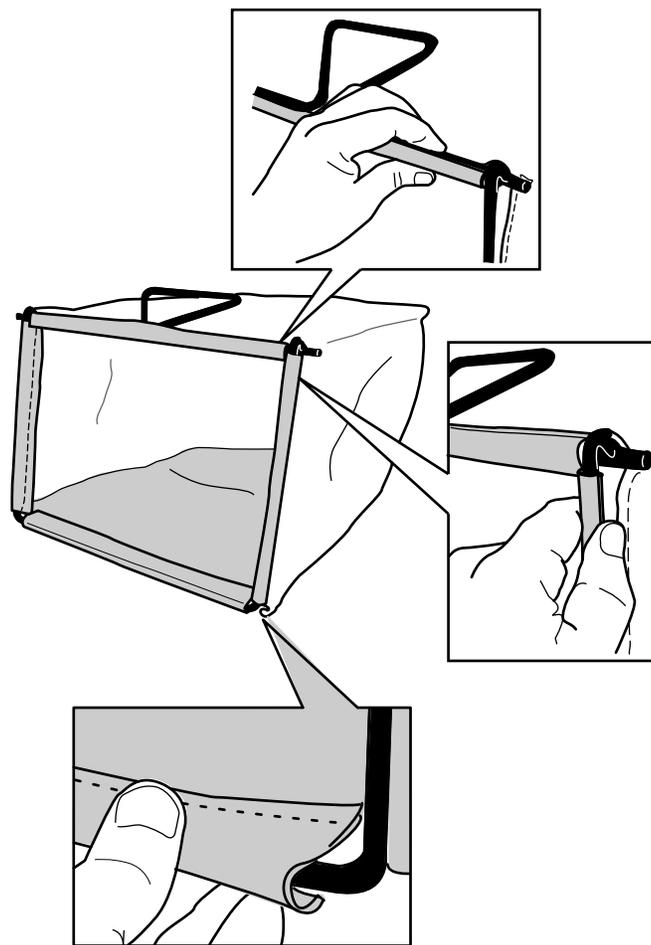

Рисунок 6
2. Зацепите нижний обод мешка за нижнюю часть рамы (Рисунок 6).
3. Зацепите верхний и боковой обод мешка за верхнюю и боковые стороны рамы, соответственно (Рисунок 6).